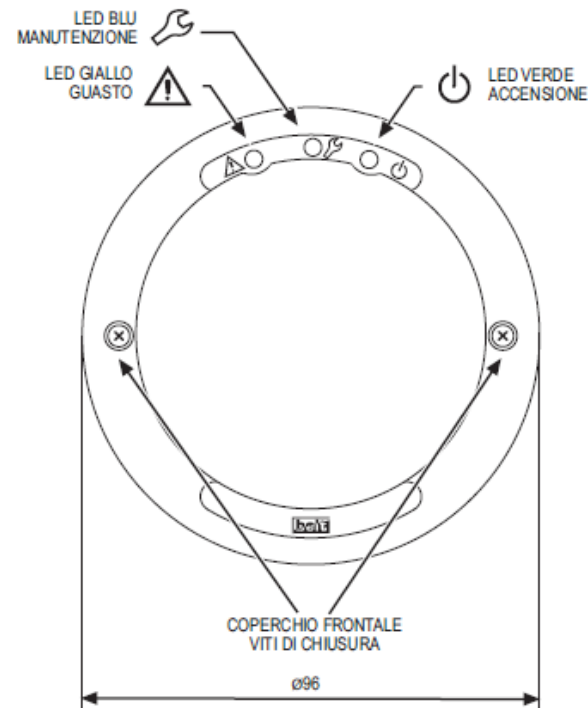

Figura 1: Vista rivelatore
- Aprire l'alloggiamento del rivelatore svitando il coperchio anteriore (vedi figura 1).